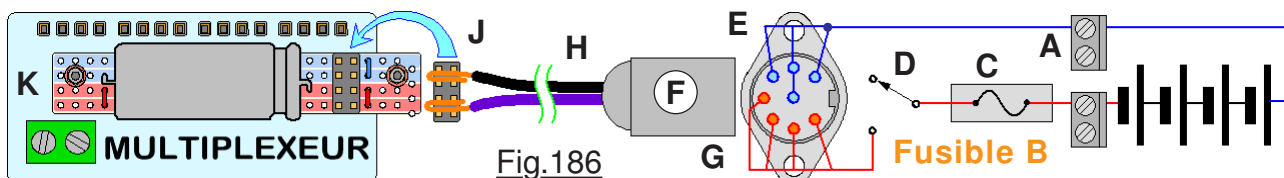

Fig.186
**T**oute chaîne quelle qu'en soit la nature ne vaut que ce que vaut son plus mauvais maillon. Cet adage populaire est particulièrement illustré dans cette étude. Si lors des appels de courant transitoires la tension sur le multiplexeur descend en dessous d'un certain seuil, nous avons constaté que l'automatisme diverge et que les moteurs vont se bloquer en butée mécanique. Il faut à tout prix minimiser ce risque. **L'objectif** affirmé consiste à **réduire au maximum la résistance électrique qui s'opposera au cheminement des électrons** depuis le "réservoir vert" jusqu'à la nourrice d'alimentation du circuit multiplexeur. Pour aboutir au rotor des servomoteurs SG90, les électrons vont devoir franchir une série d'obstacles les uns à la suite des autres. C'est cette chaîne représentée sur la Fig.186 qu'il faut impérativement optimiser. La résistance propre à chaque maillon devra se voir minimiser par des choix technologiques judicieux. Ce chapitre va les passer en revue. **Page 13**
Il ne servirait à rien de sélectionner des batteries à faible résistance interne si en ligne on accumule des pertes exagérées. La Fig.186 relative à un seul des deux circuits identiques montre la chaîne des divers éléments rencontrés sur la ligne qui part des accumulateurs jusqu'au multiplexeur. Chaque perturbateur engendrera pour son compte une petite chute de tension, leur somme pouvant rapidement aboutir à la divergence des automatismes. Première optimisation : Le petit connecteur HE14 des accumulateurs visible sur la Fig.185 est purement et simplement éliminé, les fils rouges et noir étant directement soudés sur le bornier **A**. C'est un modèle pour intensité notable qui a été adopté. Vers la prise en **E** et vers le circuit des fusibles en **C** la résistance interne de ce bornier sera raisonnable. Il importe de choisir un support qui serre fort le fusible pour minimiser la résistance de contact et surtout de proscrire tout fusible **B** de type "retardé" dont la résistance propre est néfaste, surtout lors des appels de courant. L'inverseur **D** est en réalité un double inverseur, divisant ainsi par deux ses résistances de contact. Vous avez déjà compris que les fils de liaison utilisés seront de section